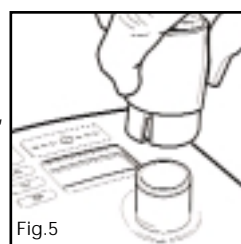
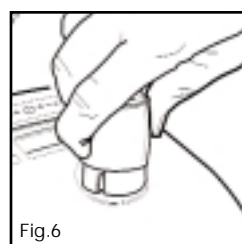
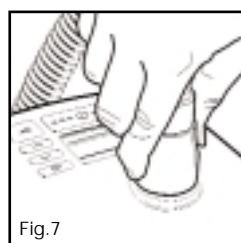

Fig.5
Fig.6
Fig.7
8. Une des extrémités du circuit chauffant possède un connecteur gris en plastique. Soulever le manchon et glisser le connecteur sur l'appareil. Pousser le manchon vers le bas pour le bloquer (Fig. 5), (Fig.6), (Fig.7).